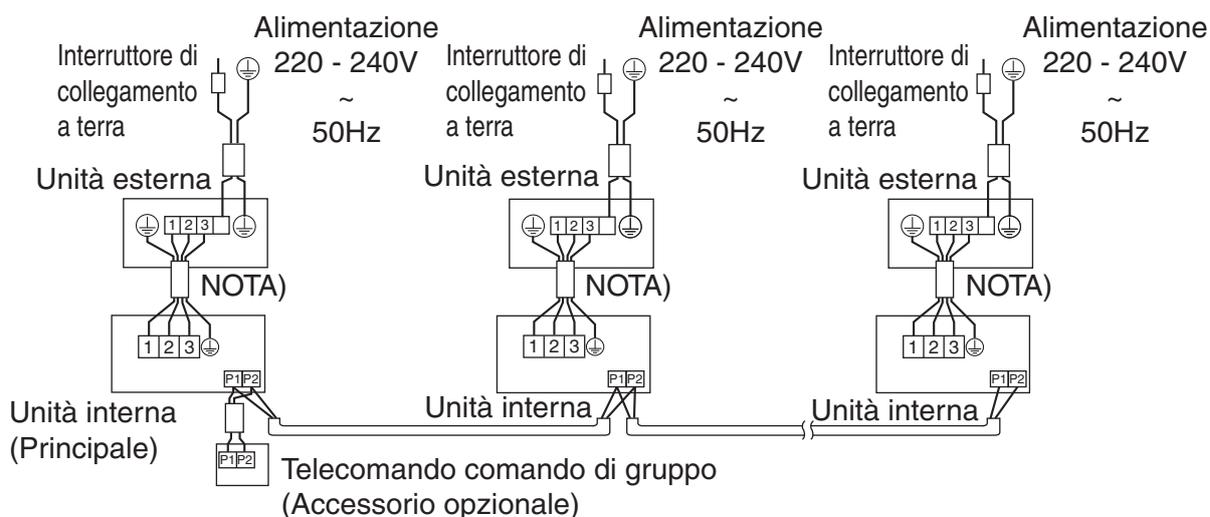

Fig. 33
- **Comando di gruppo:** 1 comando a distanza che controlla fino a 16 unità interne (tutte le unità interne funzionano in conformità con il comando a distanza). **(Fare riferimento alla Fig. 33)**
- (1) Rimuovere il coperchio della scatola di controllo. (Fare riferimento a "9. MODALITÀ DI ESECUZIONE DEI COLLEGAMENTI ELETTRICI ED ESEMPIO DI COLLEGAMENTO".)
- (2) Collegare gli attraversamenti tra i terminali (P1, P2) nella scatola di controllo per il comando a distanza. (Non esiste polarità.) **(Fare riferimento alla Fig. 33 e alla Tabella 3)**